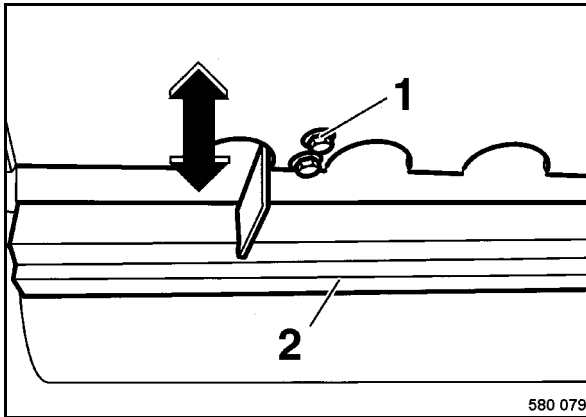

Fig. 189
- Para el reajuste de los rascadores 1 (Fig. 189) hay que soltar los tornillos de fijación (2) en los agujeros oblongos, y deslizar el soporte de los rascadores en dirección del rodillo hasta entrar en contacto.